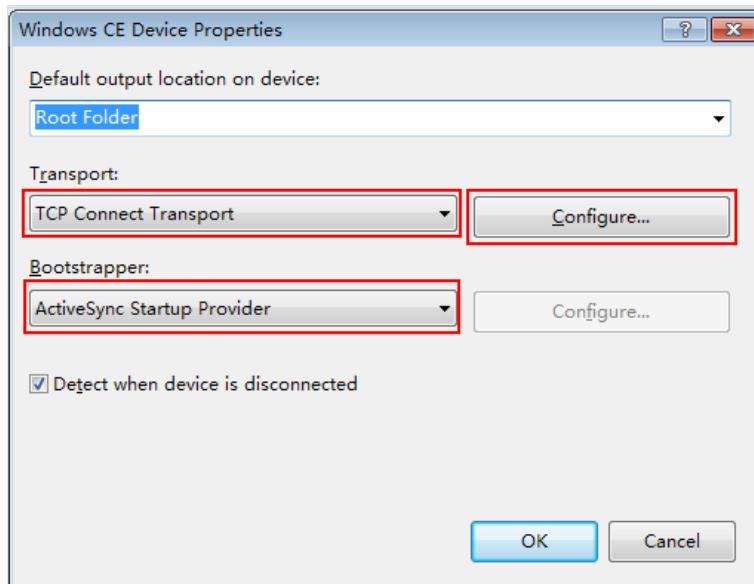

图 4-5
6) 点击 Properties 按钮，弹出如图 4-5 所示窗口，并如图选择选项。